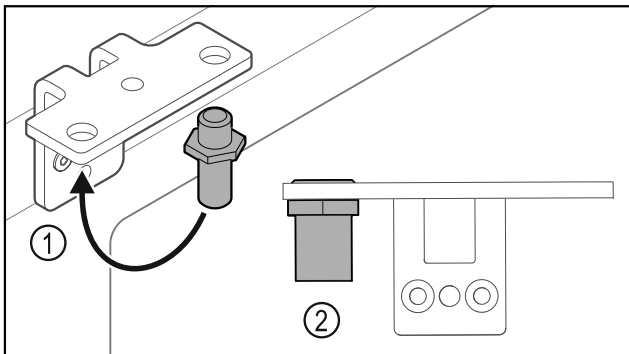

Fig. 33
- ▶ Преместете болта Fig. 33 (1) в ъгла на пантата.
- ▶ Затегнете болта Fig. 33 (2) с **въртящ момент от 12 Nm**.